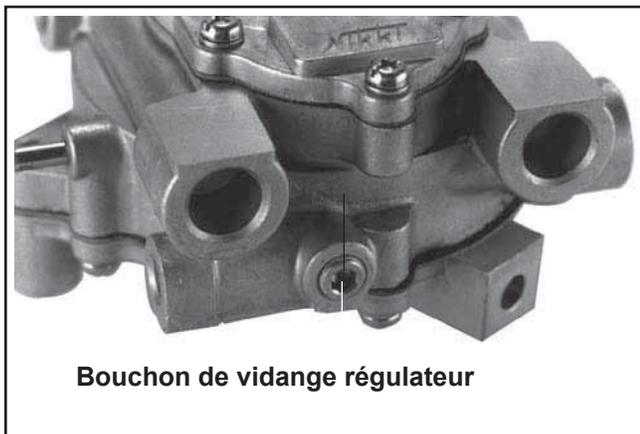

Figure 5A-23. Bouchon de vidange du régulateur (certains modèles).
3. Enlever le bouchon du tuyau de 1/8 de pouce du fond du régulateur et drainer les dépôts accumulés. Voir la Figure 5A-23.